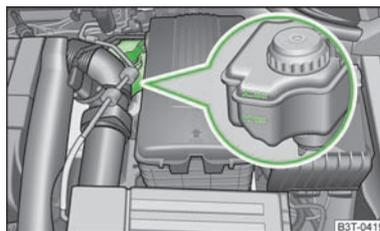

Fig. 163
- Controllare il livello di liquido di raffreddamento nel serbatoio » fig. 163. Il livello deve essere compreso tra le tacche „MIN“ e „MAX“.